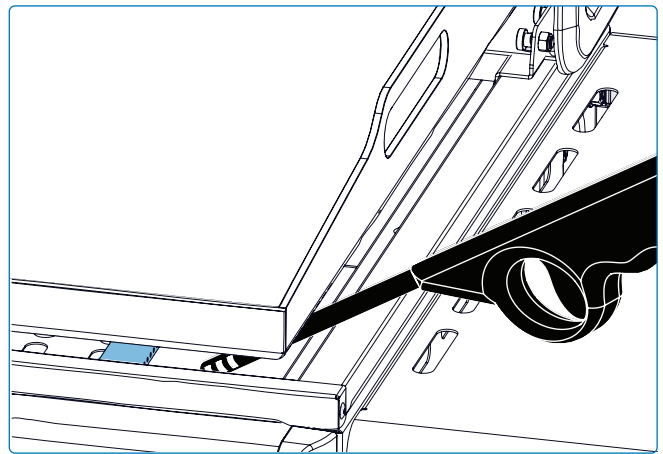
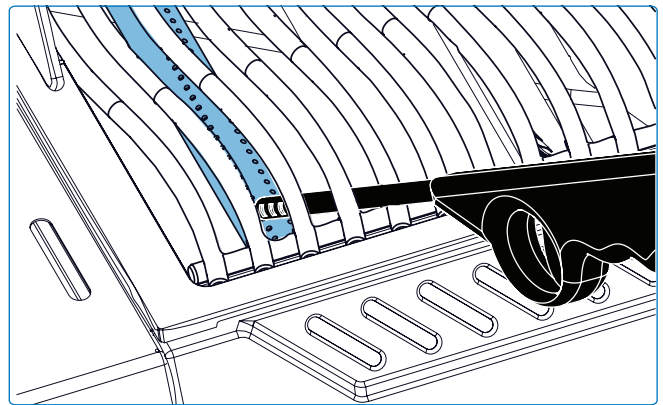

Fig. 13
Fig. 14
2. Encienda un fósforo largo o un encendedor de butano y colóquelo cerca de los puertos del quemador (**Fig. 13, Fig. 14**).